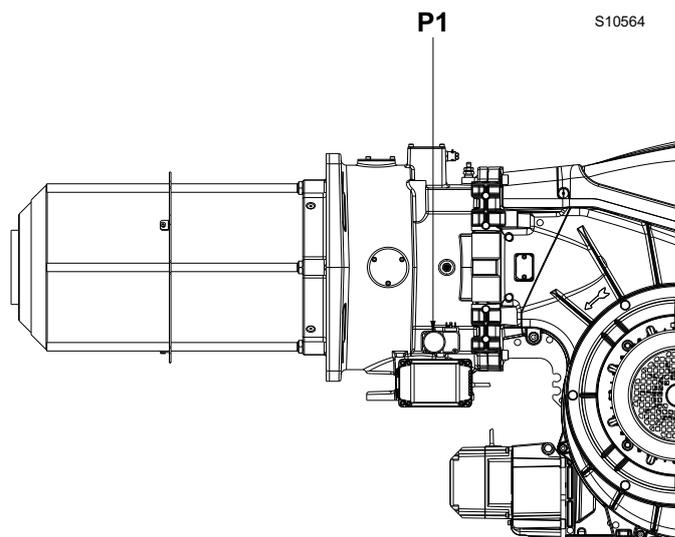

Abb. 26
- den Wert des Brennkammerdrucks von dem an der Entnahmestelle P1 (Abb. 26) gemessenen Gasdruck abziehen.
Um den an der Entnahmestelle P1) (Abb. 26) erforderlichen Gasdruck zu berechnen, die MAX. Leistung einstellen, bei der der Brenner arbeiten soll: